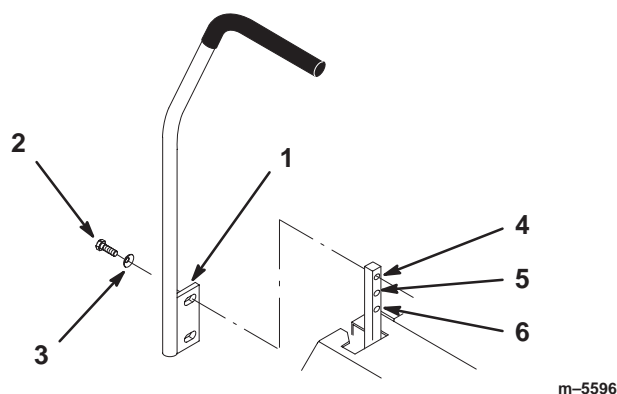

Figure 3
1. Retirez les 4 boulons (3/8 x 1") et 4 rondelles élastiques (3/8") qui fixent les leviers de commande de déplacement aux axes des bras de commande pour l'expédition (Fig. 3).
2. Placez les leviers (plaque de montage dirigée vers l'arrière) à l'extérieur des axes des bras de commande et fixez-les en place au moyen des 4 boulons (3/8 x 1") et 4 rondelles élastiques (3/8") (Fig. 3).
4. Alignez l'avant et l'arrière des leviers, l'un par rapport à l'autre, en position point mort. Desserrez les fixations et réglez en faisant glisser/en inclinant le(s) levier(s) en avant ou en arrière jusqu'à ce qu'ils soient correctement alignés (Fig. 3).